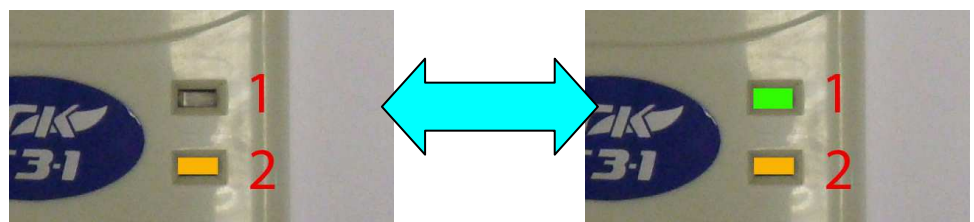

Рисунок 16. Индикаторы сигнализатора СЗ-1.
5.5 Далее индикатор 2 загорается желтым светом. Индикатор 1 мигает зеленым с частотой 1 Гц. цветом в течении 1 минуты (см. рисунок 16).